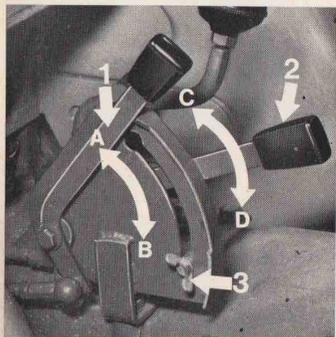

Abb. 66
Avec le contrôle de position, l'outil de travail est porté, de la même façon comme dans la position de transport, même pendant le travail et l'essieu arrière du tracteur reçoit une charge supplémentaire, ce qui diminue sensiblement le patinage. Avec le contrôle de position, on peut régler la profondeur de l'outil porté par le levier de distribution (fig. 66 n° 1) dans chaque position désirée. Après avoir atteint la profondeur réglée, le distributeur ferme automatiquement le passage de retour d'huile du relevage hydraulique. Lorsque la position désirée est fixée à l'aide de la vis de réglage (fig. 66 n° 3), l'outil atteint par exemple après chaque virage en bout de champ de nouveau la profondeur initiale. Une descente inopinée de l'outil au-dessous de la valeur réglée, en raison du fonctionnement de la soupape de sûreté incorporée dans le relevage ou à cause d'une fuite d'huile, est corrigée automatiquement. L'attelage 3 points n'est maintenu hydrauliquement que vers le bas. Les outils peuvent se relever vers le haut pour éviter les obstacles.
- 1) Pousser le levier de contrôle d'effort (fig. 66 n° 2) complètement vers le haut dans le point "C".
- 3) Faire entrer l'outil dans le sol. Pour ce faire, pousser le levier de contrôle de position (fig. 66 n° 1) dans la direction de "B" jusqu'à ce que la profondeur désirée de travail soit atteinte. Fixer la vis de réglage (fig. 66 n° 3) au-dessous du levier de commande dans la coulisse afin que la même profondeur soit atteinte pendant les passages ultérieurs.
- 5) Pour relever ou descendre l'outil, il ne faut actionner que le levier de contrôle de position (fig. 66 n° 1).